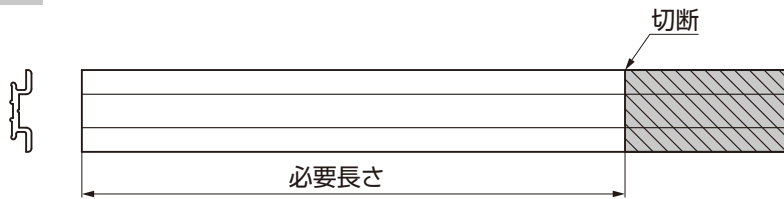
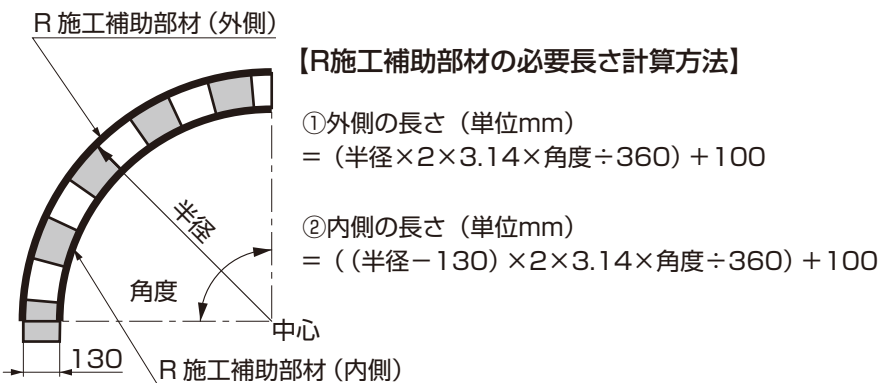

図2-1
図2-2
(図2-1、図2-2参照)
- R施工補助部材は長さが外側と内側でことなります。(図2-2参照)